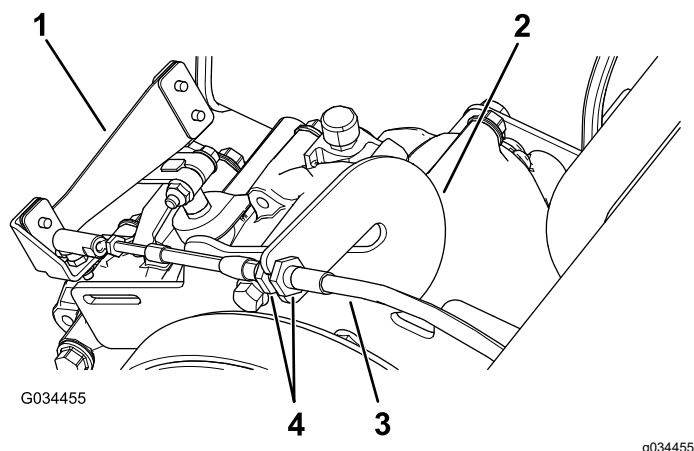

Рисунок 57
1. Вытяните трос переключения передач из паза в держателе (Рисунок 57).
2. Ослабьте контргайки на тросе переключения передач и отрегулируйте их при необходимости (Рисунок 57).
3. Проверьте положение переключения передач, повернув рычаг переключения передач в три различных положения и проверив правильность перемещения рычага переключения передач (Рисунок 57) при их переключении; см. Рычаг и индикатор переключения передач (страница 19).
4. После того, как будет достигнута нужная настройка, вставьте трос переключения передач обратно в паз держателя (Рисунок 57).